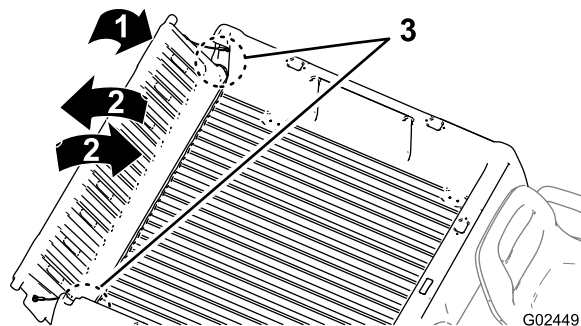

図 13
2. テールゲートを 45°程度の角度にする [図 13]。
3. この位置から、テールゲートを小刻みに前後に振るように数回往復させる [図 13]。